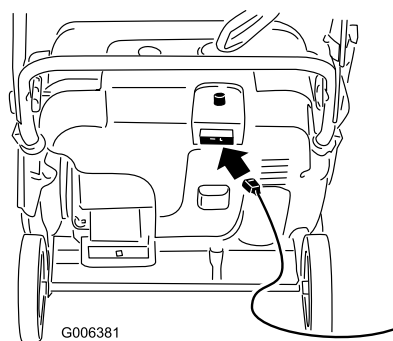

图17
4. 将延长线连接至电源和机器，按下电气启动按钮（仅限型号 38569）（图17），或拉一下反冲启动手柄（图18）。